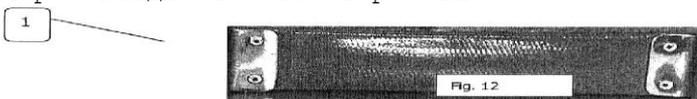

Рис. 12
4. Заменяйте уплотнительную диафрагму (рис. 12, поз. 1) через каждые 500/600 часов работы.